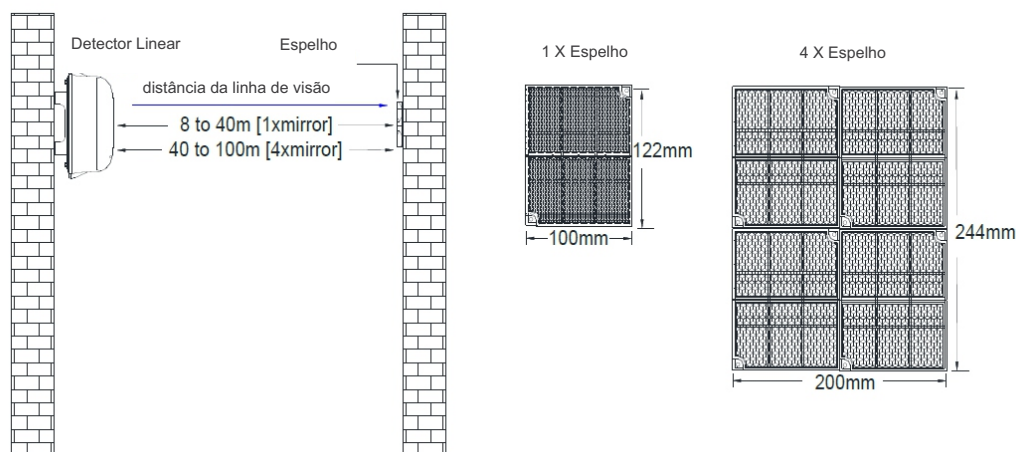

Figura 6: Montagem do espelho refletor TX7130-R
1. Dependendo dos requisitos do projeto, se a distância entre o detector e o espelho refletor for de 8m a 40m, instale um refletor; se a distância for de 40m a 100m, são necessários quatro refletores. Consulte a Figura 6.
3. Fixe o espelho refletor usando dois parafusos padrão ST4x30. Faça os mesmos passos para os outros espelhos, se necessário. Consulte a Figura 6.